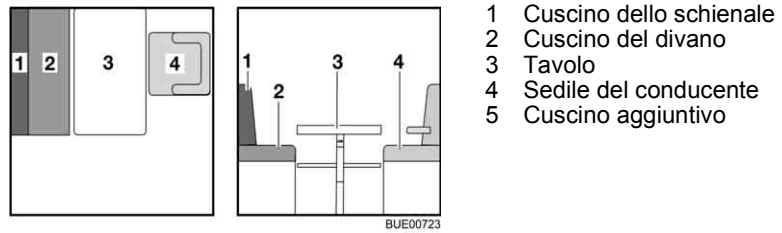

Fig. 120 Prima della trasformazione
- Ruotare il sedile del conducente (Fig. 120,4) e spostarlo completamente in avanti.
- Trasformare il tavolo (Fig. 120,3) in struttura di supporto letto (vedi paragrafo 6.11).
- Riporre il cuscino dello schienale (Fig. 120,1).